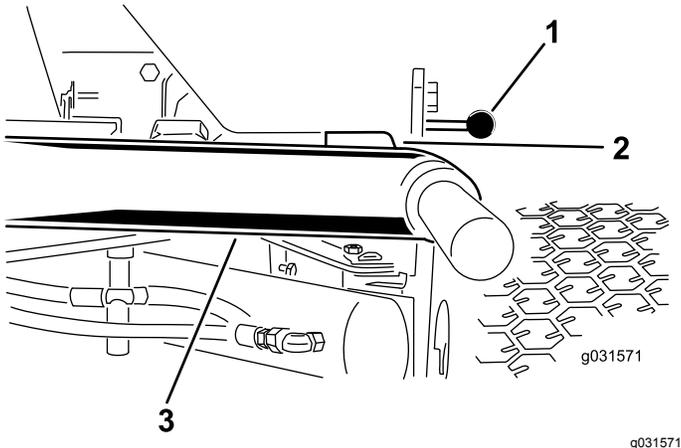

Figure 11
1. Démarrez le moteur, élevez les unités de coupe et vérifiez qu'un espace de 5 à 8 mm sépare chaque bras de levage et le support de la plaque de plancher, comme montré à la Figure 11.